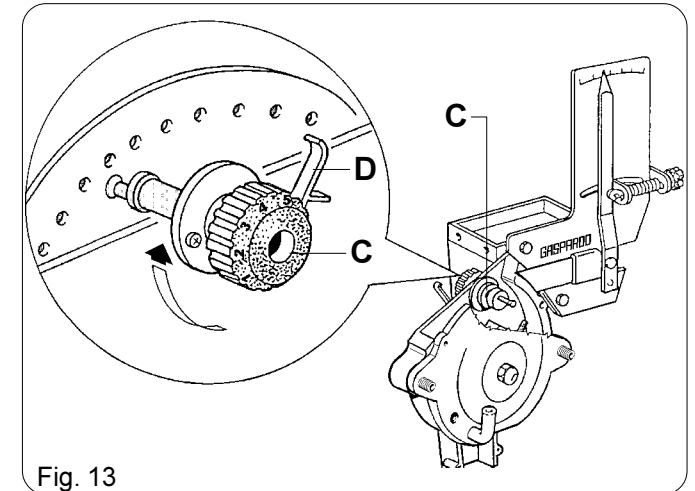

Fig. 13
Il selettore eccentrico (C - Fig. 13) permette di ottenere un'ulteriore e più accurata selezione dei semi sul disco:
- posizione (0) : tutto aperto
- posizione (5) : tutto chiuso
Se il selettore eccentrico in posizione (0) ostacolasse il passaggio di alcuni tipi di seme, si consiglia di ecluderlo, tirando il pomello (C - fig. 13) ed interponendo il distanziale (D); se necessario, togliere l'intero selettore.
You will have the right adjustment when one seed only remains stuck to the hole. If this does not happen, you have to adjust also the excentric selector (C - Fig. 13), which allows to reach a finer seed selection.
Dieser zweite Abstreifer (C - Abb. 13) gibt die Möglichkeit, um eine weitere und feinere Einstellung zu erhalten, durch die Entfernung der überzähligen Saatkörner aus der Saatscheibenlocher:
Ce deuxième selecteur (C - Fig. 13) permet d'obtenir une ultérieure et plus soignée sélection des graines sur le disque. Pour le réglage résultera:
El selector excentrico (C - Fig. 13) permite obtener la ulterior y cuidada seleccion de las semillas en el disco: